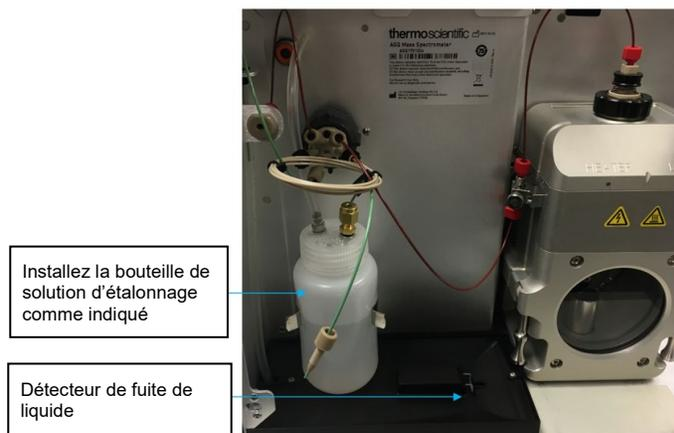

Figure 53 : Emplacement d'installation de la solution d'étalonnage interne
- 2) Dévissez l'une des bouteilles étiquetées de solution d'étalonnage et fixez-la au bouchon existant situé sur l'instrument comme illustré à la *Figure 53*.